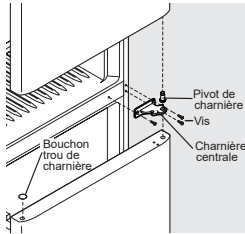

figure 3
5. Dévissez l'axe de la charnière centrale à l'aide d'une clé à molette et mettez-la de côté (voir figure 3).
7. Retirez les 3 vis de la charnière centrale à l'aide d'un tournevis cruciforme et mettez la charnière centrale de côté (voir figure 3).